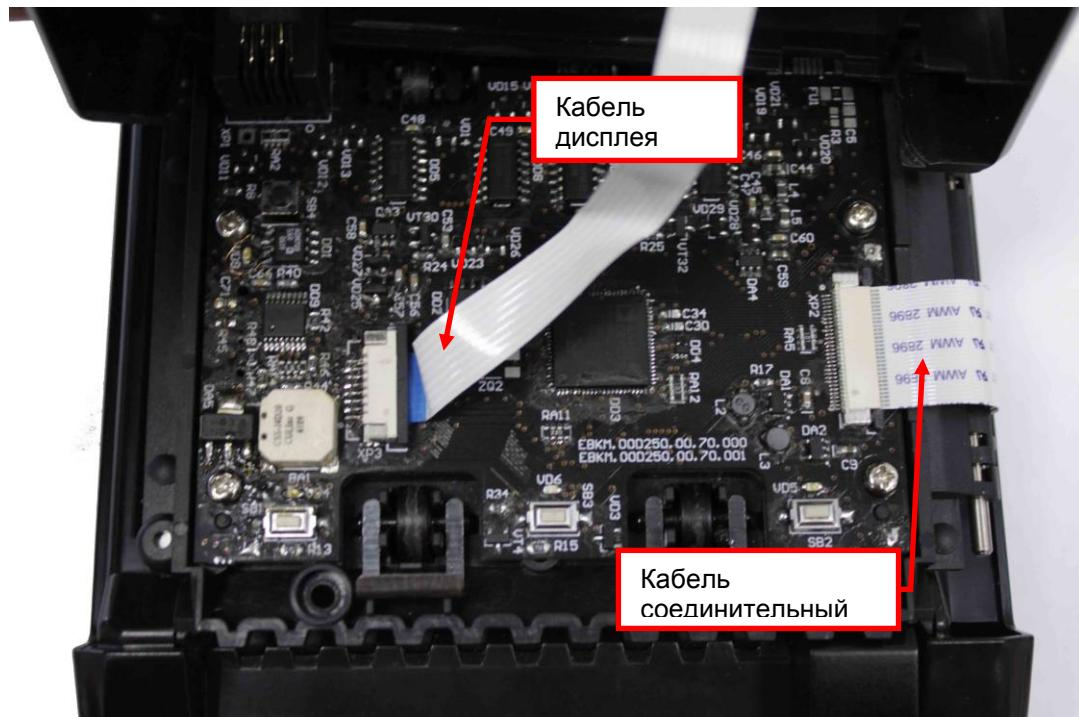

Рисунок 9.15
**9.7.2** Отсоедините от модуля ЦПУ кабель дисплея и кабель соединительный (см. рис.9.15).